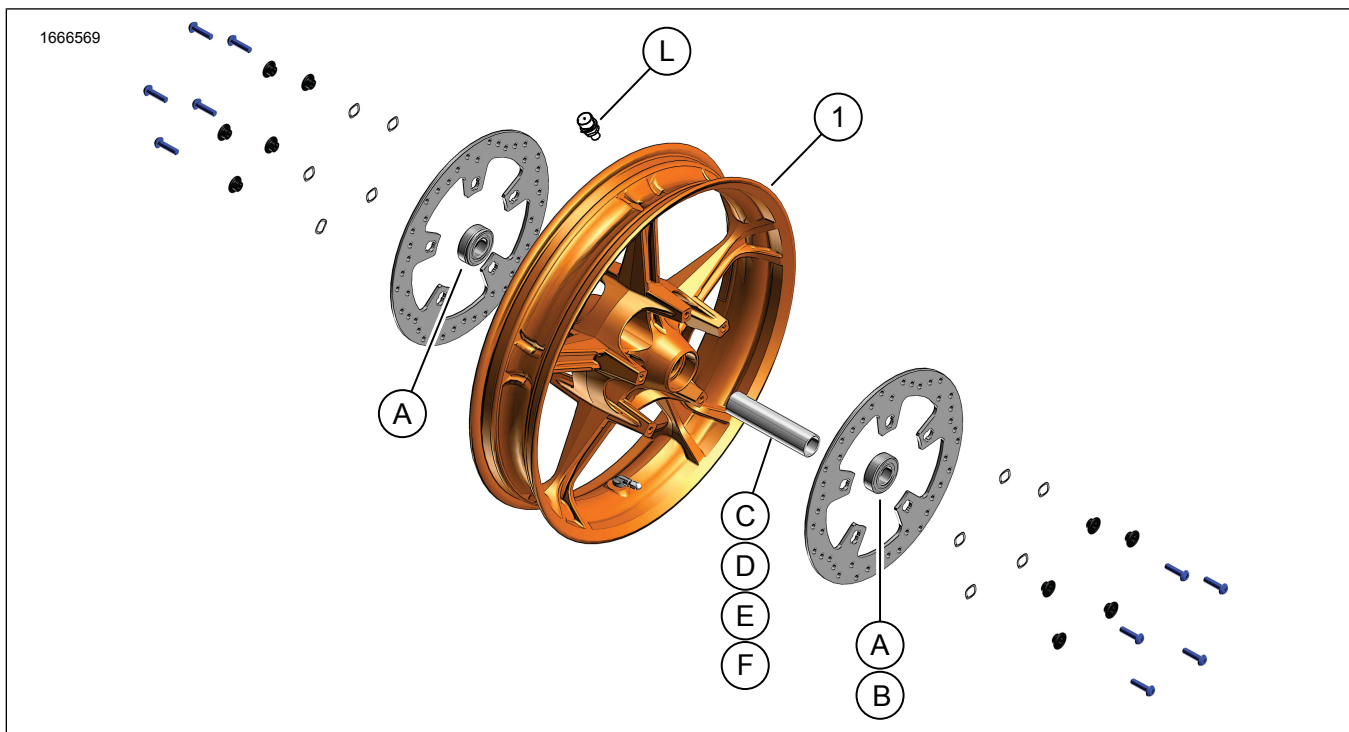

Рисунок 1. Запасные части: Переднее колесо
1. См. рис. 1. Установите вентиль (N) в обод колеса. См. руководство по техническому обслуживанию.